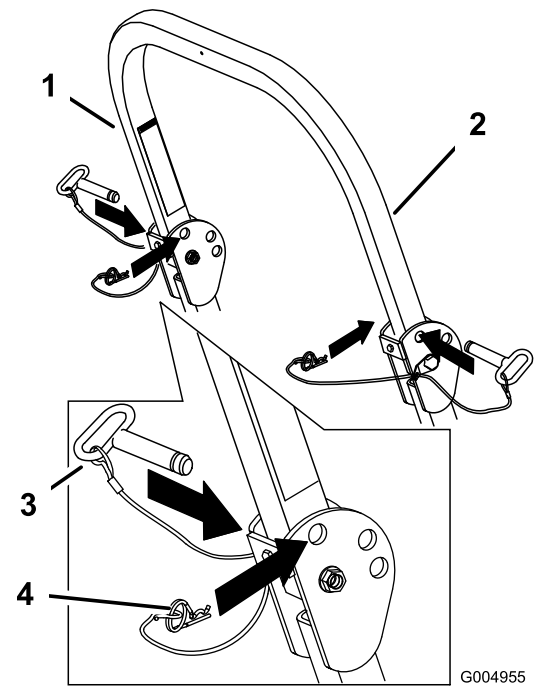

Figura 9
1. Remova os contrapinos e os dois pinos (Figura 9).
3. Instale os 2 pinos e fixe-os com os contrapinos (Figura 9).
4. Para levantar a barra de segurança, remova o contrapino e os dois pinos (Figura 9).
5. Levante a barra de segurança na vertical, instale os dois pinos e fixe-os com os contrapinos (Figura 9).